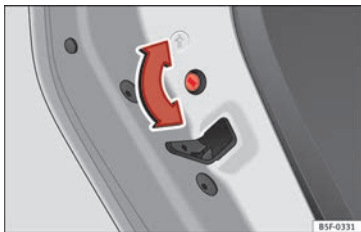

Fig. 127 Sécurité enfants de la porte gauche.
» fig. 127 et dans le sens antihoraire pour les portes de droite.
- Lorsque la porte est ouverte, tournez la rainure avec la clé du véhicule dans le sens antihoraire pour les portes de gauche » fig. 127 et dans le sens horaire pour les portes de droite.